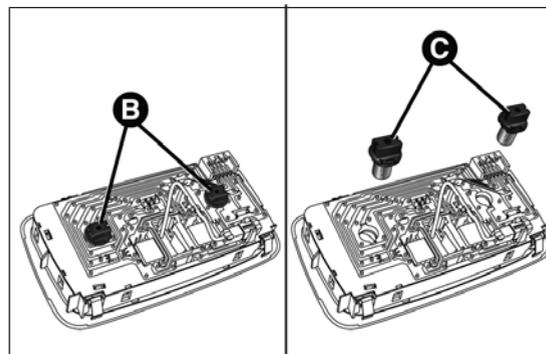

fig. 188
- dévisser les logements B fig. 188 des ampoules et les extraire en les désolidarisant vers l'extérieur puis remplacer les ampoules C ;